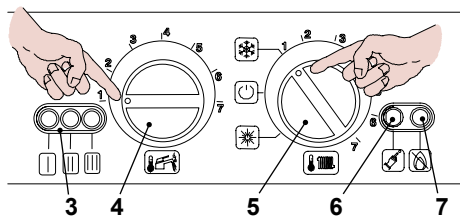
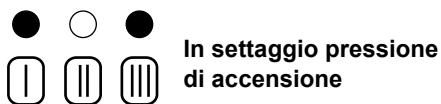
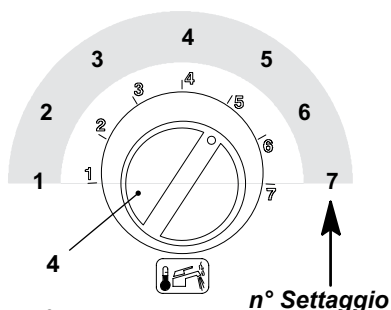

Figura 7.7
Figura 7.8
Figura 7.9
- Posizionare il selettore 5 come indicato in Figura 7.7; la lampada di segnalazione 3 lampeggia ad intermittenza circa ogni 2 secondi.
- Tenere premuto il pulsante di ripristino 6 in Figura 7.7 per circa 10 secondi, la lampada di blocco 7 in Figura 7.7 inizierà a lampeggiare.
- Per settare la pressione di accensione del bruciatore le spie di segnalazione 3 in Figura 7.7 devono essere visualizzate come in Figura 7.8 (leggenda spie a pag. 7)
- Se non si visualizza questa sequenza premere il pulsante di ripristino 6 in Figura 7.7 tante volte fino alla visualizzazione (4 volte).
Per visualizzare il settaggio impostato tenere premuto il pulsante di ripristino 6 in Figura 7.7 per circa 5 secondi. Le spie di segnalazione 3 in Figura 7.7 lampeggeranno un numero di volte pari al settaggio (Figura 7.9).
- Per cambiare il settaggio ruotare la manopola regolazione temperatura sanitari 4 in Figura 7.7 e posizionarla nella posizione prescelta Figura 7.9 vedi anche Figura 7.10 (nella figura es. manopola settata per posizione 3,5), la lampada di segnalazione
- Per memorizzare il settaggio premere il pulsante di ripristino 6 in Figura 7.7 per circa 5 secondi, le spie di segnalazione 3 in Figura 7.7 lampeggiano tutte quante simultaneamente come in Figura 7.11 (legenda spie a pag. 7)